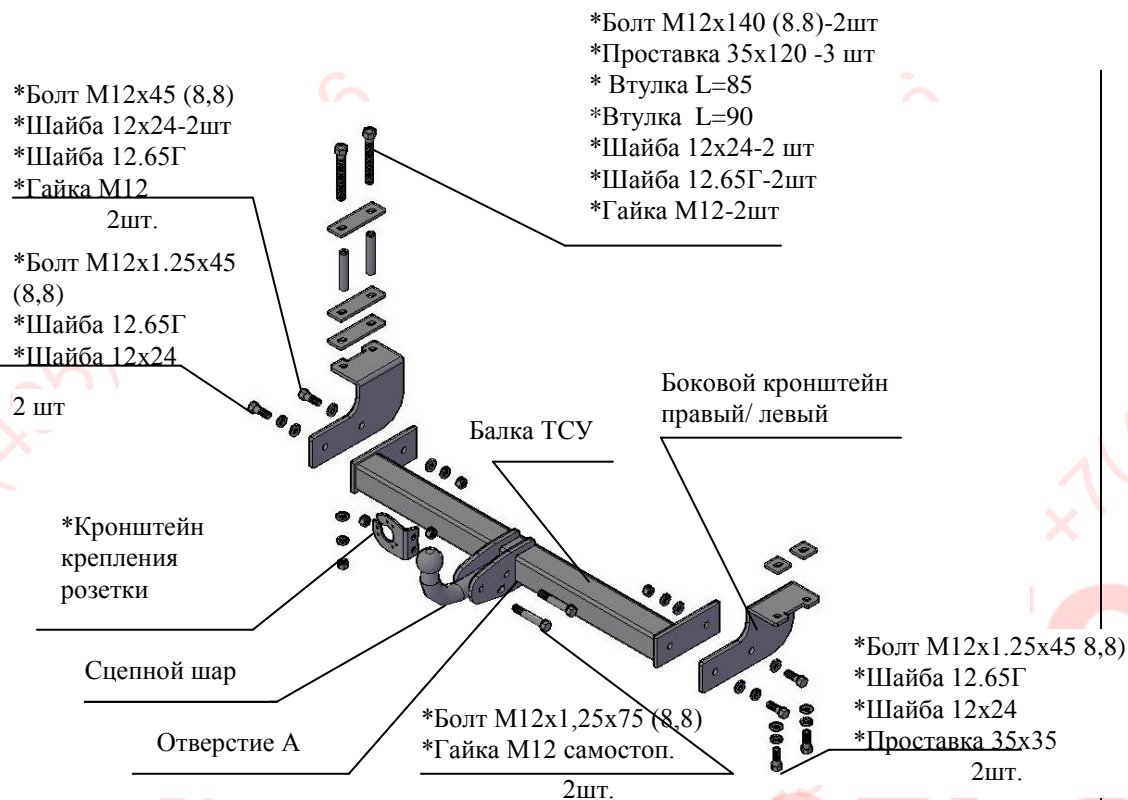

Рис.1 Тягово-сцепное устройство ТСУ 8300
2.1 ТСУ 8300 в сборе (рис.1)	1 шт.
2.2 Пакет с комплектующими (см. рис.1) Защитный колпак	1 шт.